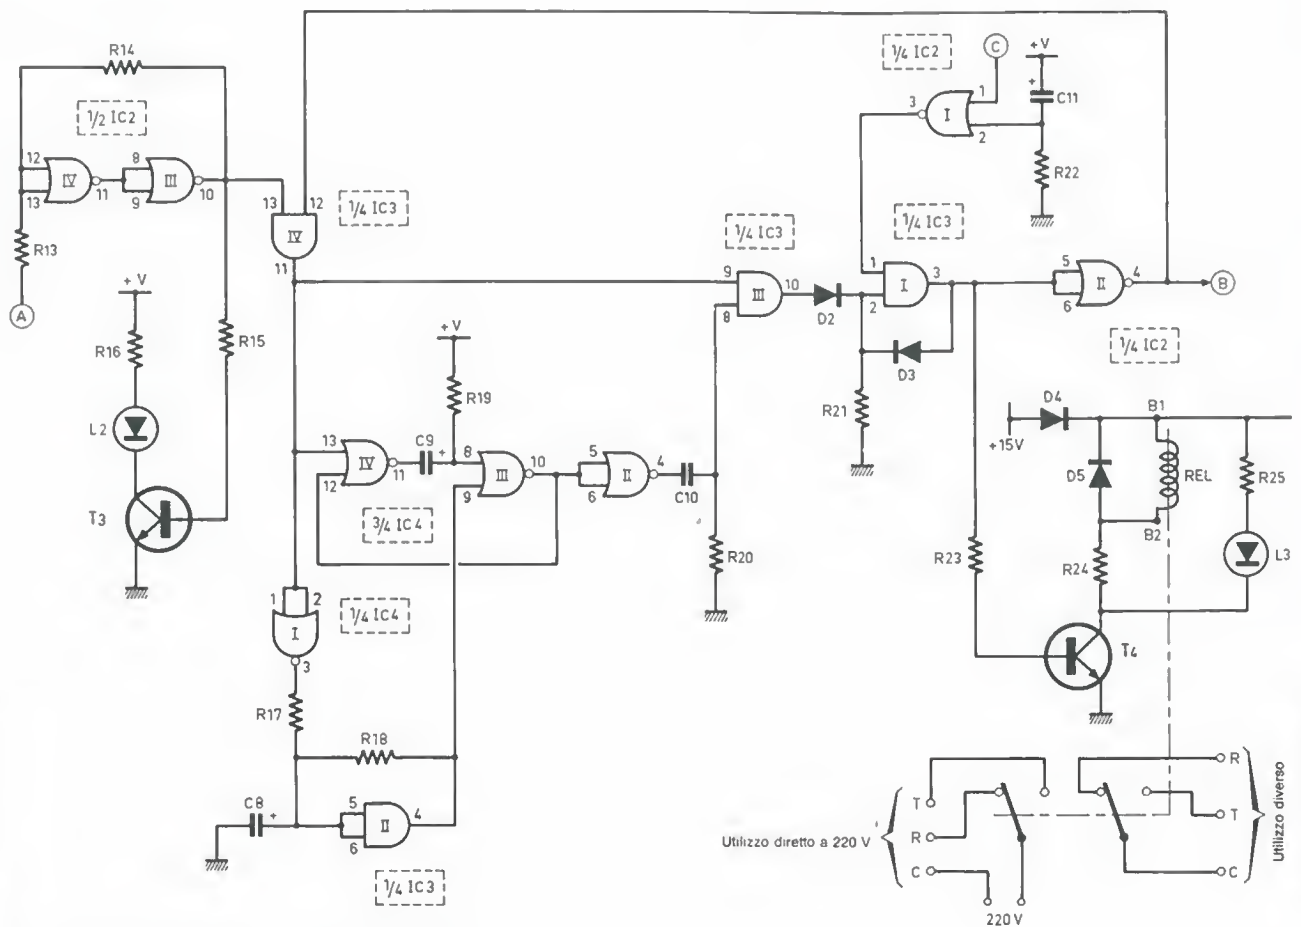

Figura 3. Logica di elaborazione del segnale.
d) Eliminazione di un segnale di durata insufficiente, oppure intermittente (Figura 3).